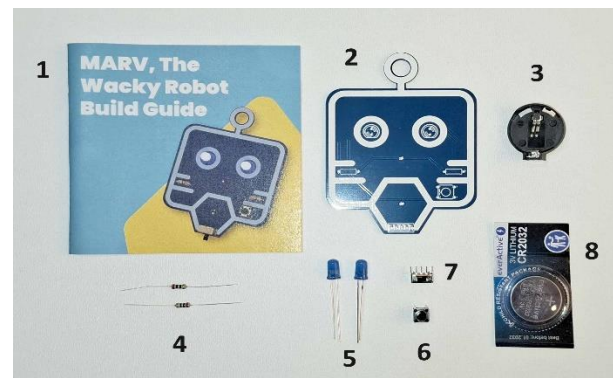

Fig.6
- PCB-ul **Marv**(fig.6, item 2);
- 1 x Soclu baterie(fig.6, item 3);
- 2 x Rezistor 10 Ω (fig.6, item 4);
- 2 x LED 5mm albastru(fig.6, item 5);
- 1 x Microîntrerupător(fig.6, item 6);
- 1 x Minicomutator(fig.6, item 7);
- 1 x Baterie de 3V tip CR 2032(fig.6, item 8).